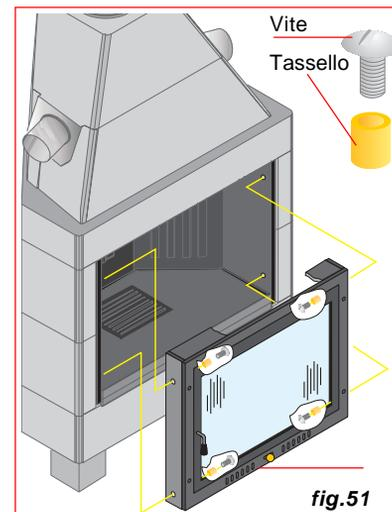

fig.51
12.4 - Applicazioni speciali fig.51